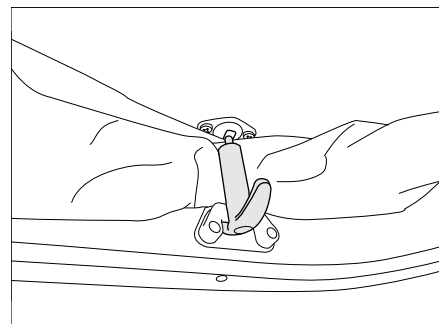

Bild 66 Sicherung Hubdach
- Sicherungen (Bild 66) durch Ziehen lösen.
- Sicherungen (Bild 66) leicht nach unten ziehen und einhaken.